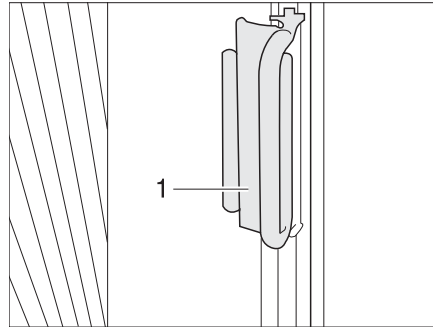

Fig. 78 Poignée du dispositif occultant plissé pour le pare-brise
- Saisir les dispositifs occultants plissés des deux côtés du pare-brise par les poignées (Fig. 78,2) et les tirer prudemment vers le milieu du pare-brise, jusqu'à ce que la fermeture magnétique maintienne le dispositif occultant fermé.